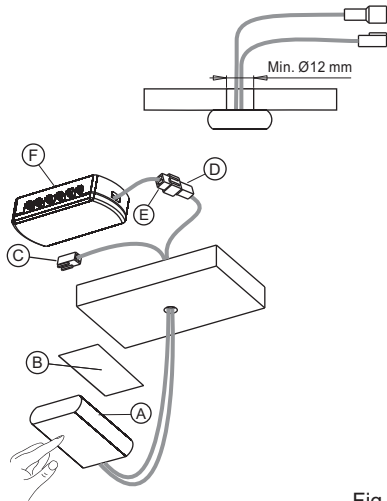

Fig 1
axial position drill a  $\varnothing$  12mm hole on the installation surface as illustrated in the example shown in figure 1. In the event of a specific requirement a power wire exit hole can nevertheless be drilled in other positions as long as it does not compromise the integrity of the wire and/or the connector installed on it.
- For the installation of the device (A) with double-sided adhesive (B) to apply the same on the back side as shown in figure 1
axialer Position eine Bohrung auf der Montagefläche mit  $\varnothing$  12 mm ausführen (Abb. 1). Je nach den spezifischen Anforderungen kann eine Bohrung für den Austritt des Speisekabels in anderen Positionen ausgeführt werden, sofern diese nicht die Funktionstüchtigkeit des Kabels und/oder des installierten Steckverbinders beeinträchtigen.
- Für den Einbau der Vorrichtung (A) mit einem doppelseitigen Klebstoff (B) dasselbe auf der Rückseite anzuwenden, wie in Abbildung 1 dargestellt.
- **DOT FW** peut être installé avec les câbles en position axiale ou radiale conformément au plan de montage. - Pour des installations avec le câble d'alimentation en position radiale, effectuer un trou sur le plan de montage de  $\varnothing$  12mm comme indiqué dans l'exemple sur la figure 1. En cas d'exigences spécifiques, il est toutefois possible d'effectuer le trou de sortie du câble d'alimentation dans d'autres positions à condition qu'elles ne compromettent pas l'intégrité du câble et/ou du connecteur installé par-dessus.
- Pour l'installation du dispositif (A) avec un adhésif double face (B) pour appliquer le même sur le côté arrière, comme illustré sur la figure 1.